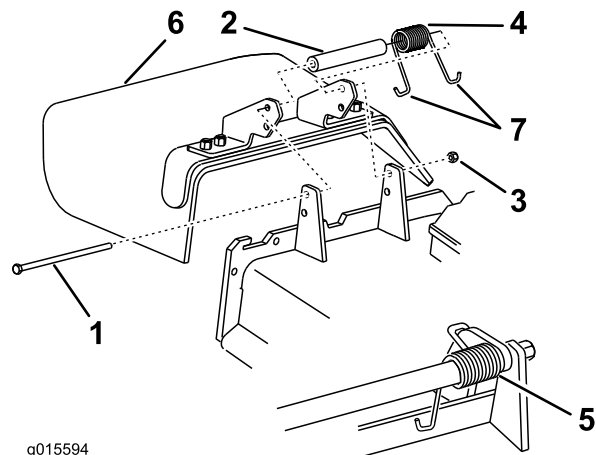

図 87
1. デフレクタをピボットブラケットに固定しているロックナット、ボルト、スプリング、スペーサを外す(図 87)。デフレクタを取り外す。
注 必ずJ形端部のひとつをデッキ後部のエッジに引っ掛け、それから 図 87 のようにボルトを取り付けてください。
3. ボルトとナットを取り付ける。J形端部のひとつをデフレクタに引っ掛ける 図 87。